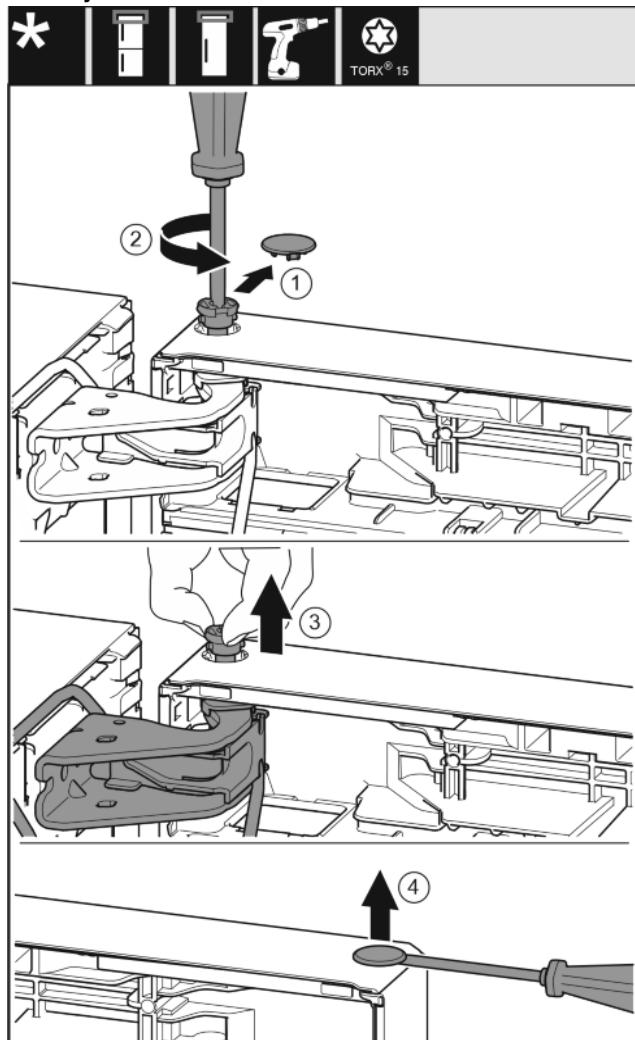

Fig. 18
- Opatrne vytiahnite poistný kryt. *Fig. 18 (1)*
- Skrutkovačom T15 trochu vyskrutkuje čap. *Fig. 18 (2)*
- Pevne držte dvere a čap vytiahnite prstami. *Fig. 18 (3)*
- Plochým skrutkovačom opatrne nadvihnite a vyberte zátku z puzdra ložiska dverí. *Fig. 18 (4)*